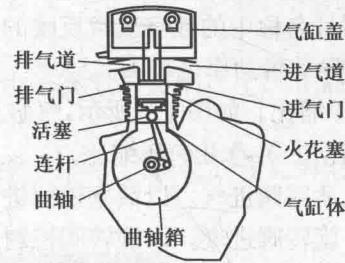

图 1-2 四冲程汽油机示意图
- (2) 四冲程汽油机。活塞经过四个行程完成一个工作循环的汽油机，如图 1-2 所示。